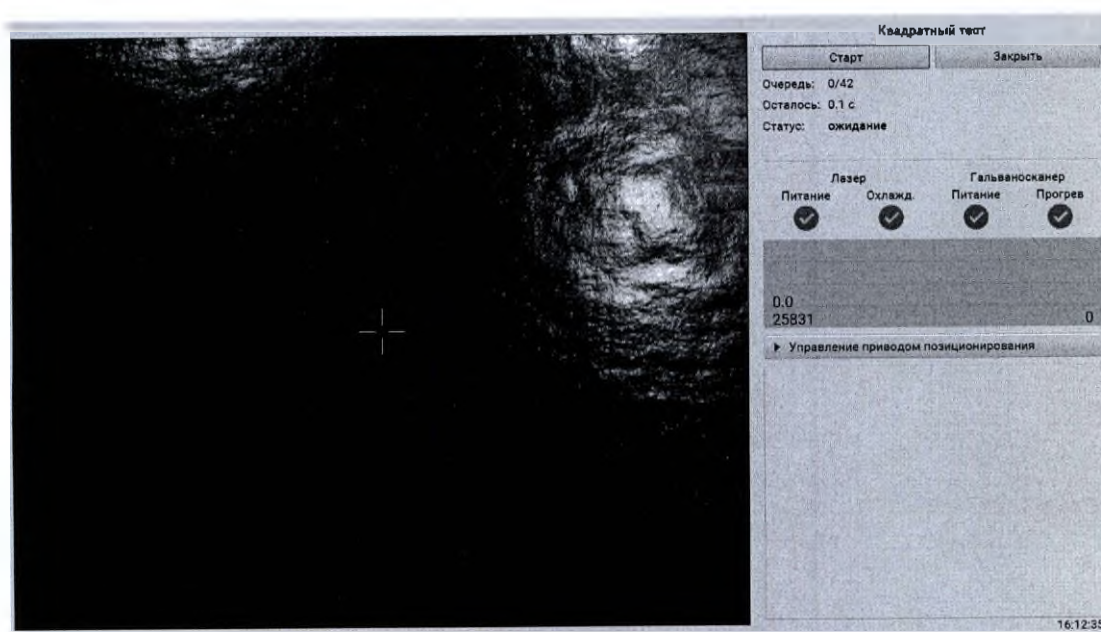

Рис. 8.7: Окно калибровки гальваносканера (начало)
3. На открывшейся панели нажмите кнопку *Начать*. Появится окно теста (рис. 8.7).